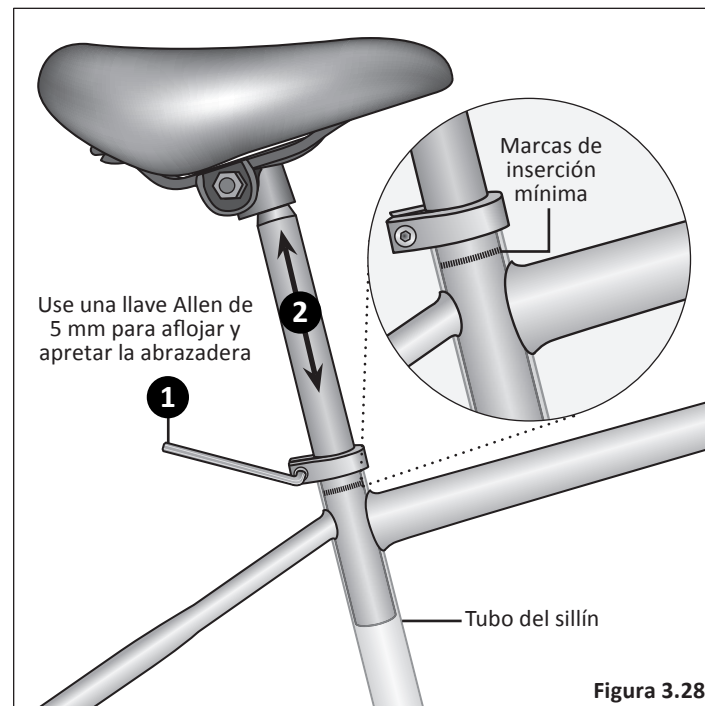

Figura 3.28
- 1 Afloje el perno de la abrazadera del sillín con una llave Allen de 5 mm e inserte la tija del sillín en el tubo del sillín. **Figura 3.28**